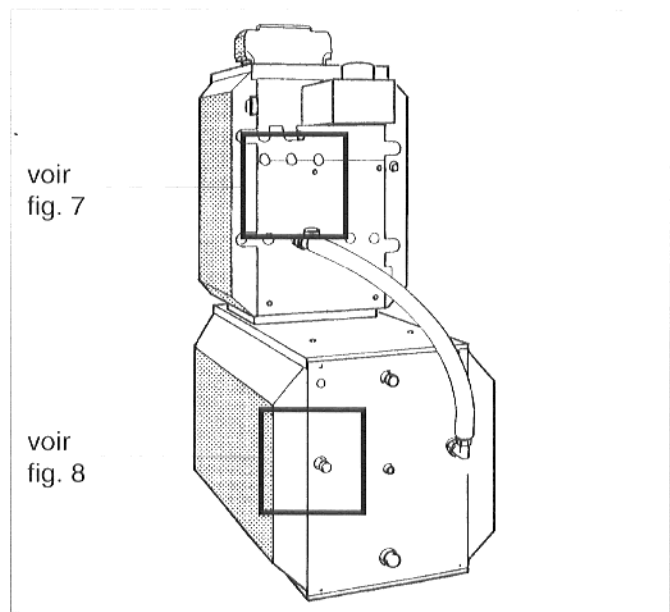

Fig. 6 : vue arrière, liaison retour montée
- Placer le joint torique dans la gorge du nipple double et visser le nipple double dans le départ préparateur de la chaudière (fig. 6 et 7).
- Placer le joint plat dans l'écrou-raccord du deuxième tuyau en métal ondulé, mettre le tuyau en métal ondulé en forme et le visser au nipple double (fig. 6 et 7).
- Placer le joint plat dans l'écrou-raccord de la soupape de non-retour et visser la soupape de non-retour au départ préparateur (fig. 6 et 8).
- Placer le joint plat pour la pompe ($\varnothing 44 \times 28 \times 2$) dans l'autre écrou-raccord de la soupape de non-retour et visser la pompe de charge du préparateur, sens de l'écoulement vers le bas, à la soupape de non-retour (fig. 6 et 8).
- Placer le deuxième joint plat pour la pompe ($\varnothing 44 \times 28 \times 2$) dans le réducteur et visser le réducteur à la tubulure d'aspiration de la pompe de charge du préparateur (fig. 6 et 8).
- Placer le joint plat dans le deuxième écrou-raccord du tuyau en métal ondulé et visser le tuyau en métal ondulé au réducteur (fig. 6 et 8).